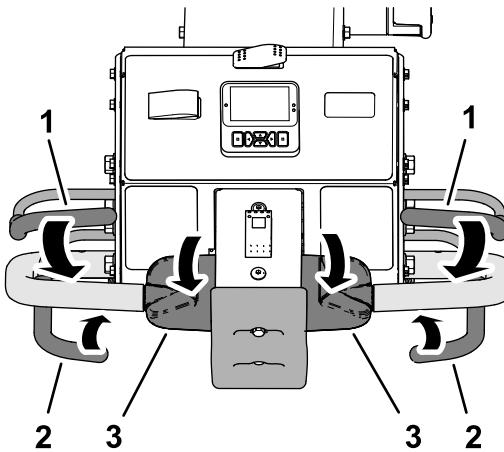

Bild 37
- Halten Sie einen der beiden Schaltbügel gegen den Lenker, drehen Sie den oberen Teil des Fahrantriebshebels nach vorne und schließen Sie den Aerifizierbügel (Bild 37).